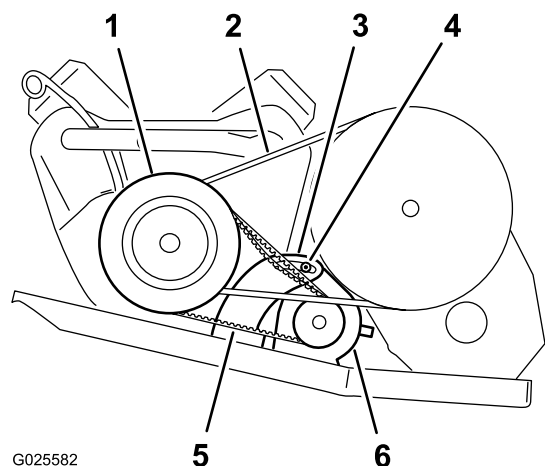

図 64
2. スタータジェネレータのピボットナットをゆるめる 図 64。
4. ボールを下に押ししてスタータを下げる。ベルトを 44N4.5kg の力で押した時のたわみが 6mm になるようにスタータの位置を調整する 図 64。
5. ピボットナットを手締めし、ボールを取り外す 図 64。